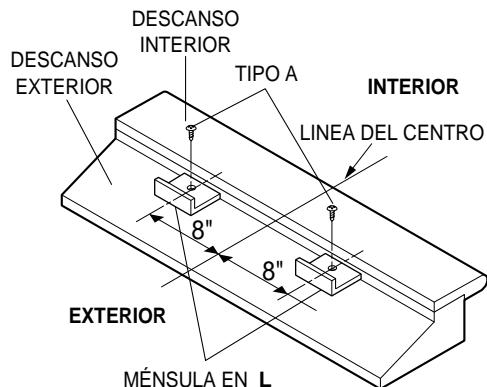

Fig. 9
- Cuidadosamente levante el aire acondicionado y colóquelo en el hoyo de la ventana. Asegúrese de que la guía inferior del aire acondicionado caiga en lugar correcto del ménsula en L. Ver Fig. 9.